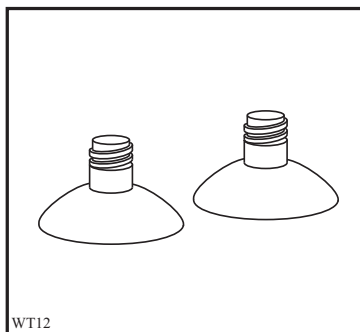

Fig 9
Låga gummfötter (fig. 9) som ska användas för följande tvättmaskinsmodeller:
- Modeller med sockel (fig. 9, 10 och 11).